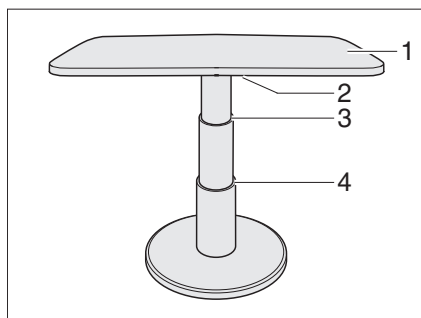

Fig. 82 Table à hauteur réglable de la dinette en U
- Faire basculer le levier de verrouillage (Fig. 82,2) vers la gauche. Le verrouillage est ouvert.
- Appuyer le plateau de table (Fig. 82,1) au milieu vers le bas jusqu'à la butée désirée (Fig. 82,3 ou 4) et le maintenir appuyé.
- Faire basculer le levier de verrouillage (Fig. 82,2) vers la gauche. La table à hauteur réglable est verrouillée.